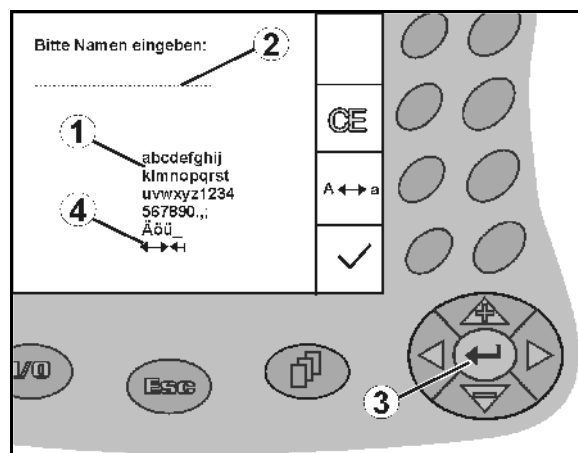

Рис. 13
В случае необходимости ввода текста или чисел на дисплее **AMATRON⁺** появляется меню ввода (Рис. 13).
В нижней части дисплея появляется поле выбора (Рис. 13/1) с буквами, цифрами и стрелками, с помощью которых формируется строка ввода (Рис. 13/2) (содержащая текст или числа).
выбор букв или цифр в поле выбора (Рис. 13/3).
-  ввод выбранных цифр и букв в строку ввода (Рис. 13/3).
Указатели в виде стрелки  и  расположенные в поле выбора (Рис. 13/4), позволяют перемещаться внутри текста в строке ввода.
Указатель в виде стрелки , расположенный в поле ввода (Рис. 13/4), позволяет удалять последнее введенное значение.